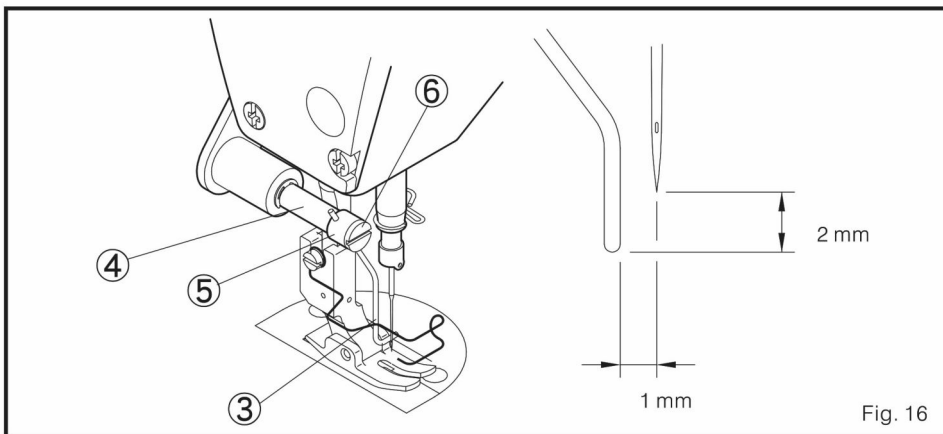

Fig. 16
- (2) insere a barra do limpador de fio 3 no eixo 4, e faz que a gorjeta da barra 3 este 2mm. Debaxo da gorjeta de agulha. Neste momento, a parte plana da barra do limpador de fio 3 deveria ser a 1 mm de distância do centro da agulha. O limpador de fio 3 isto apertou e sustentou de fio pelo anel 5 fixo do limpador. Ambos são fixos pelo parafuso 6. (Fig. 16)